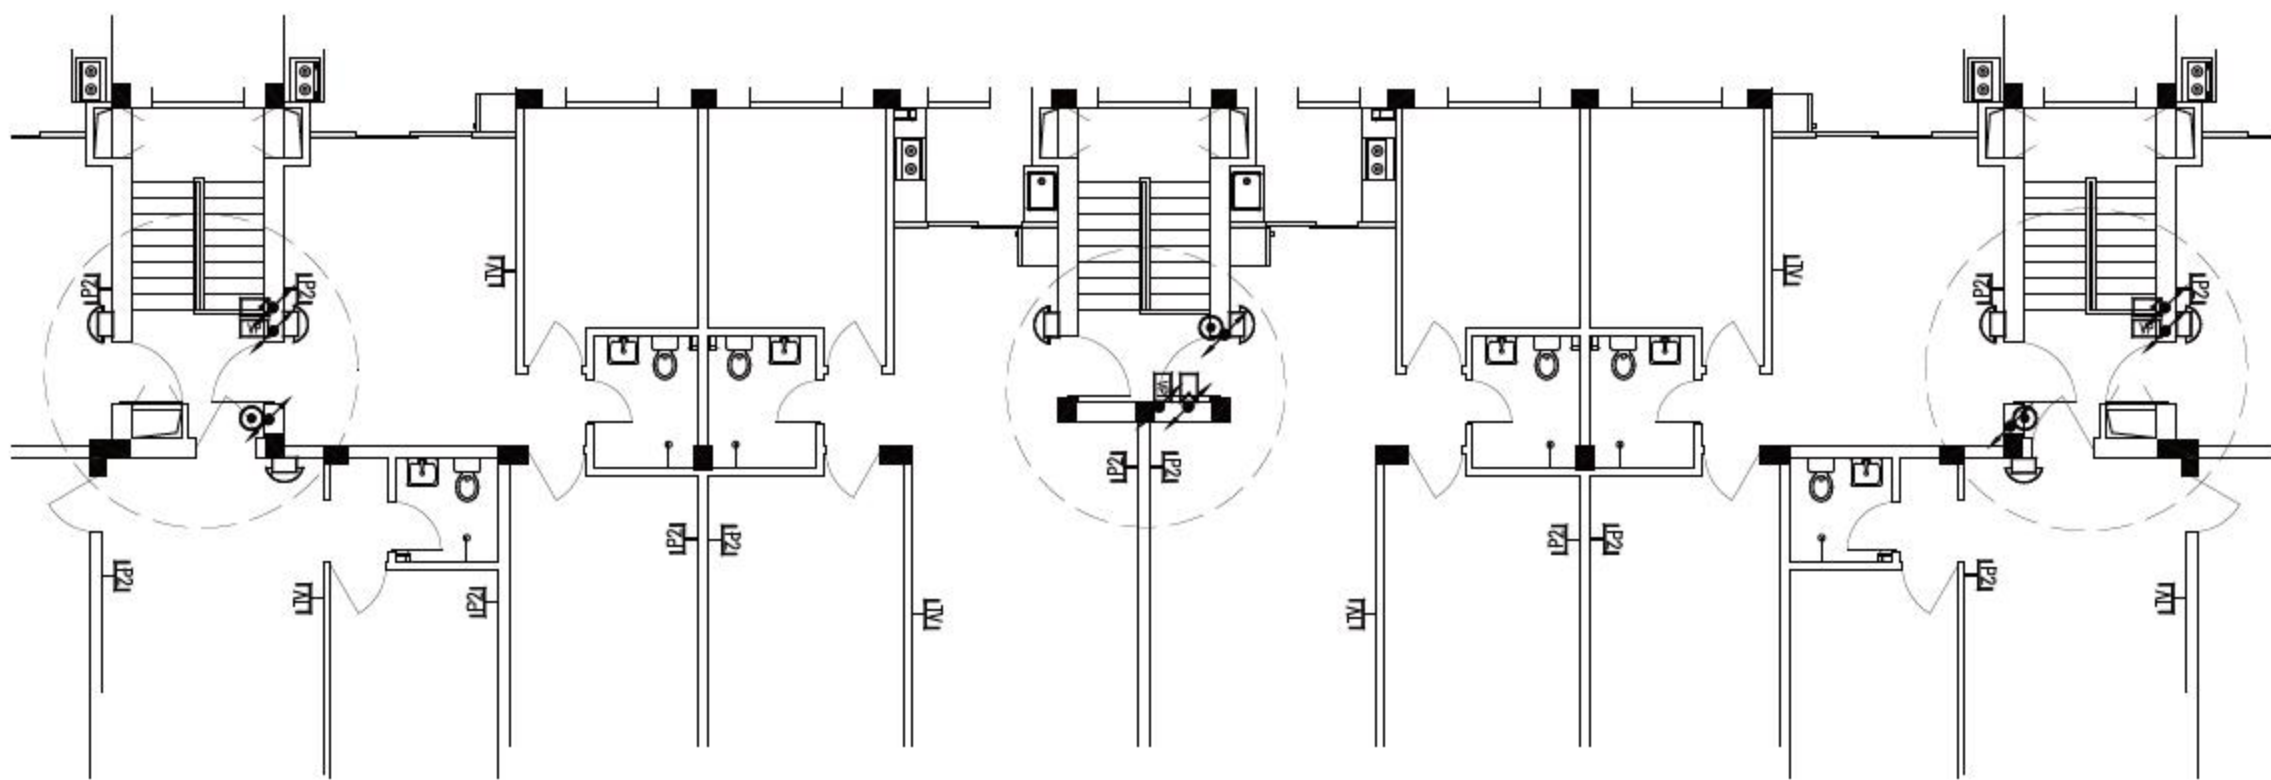

图12-14 布置设备
**02** 调入设备图块。在本书配备资源中的“素材\第12章\电气图例.dwg”文件选择对讲机、分线盒等图块，将其复制至当前图形中，如图12-14所示。